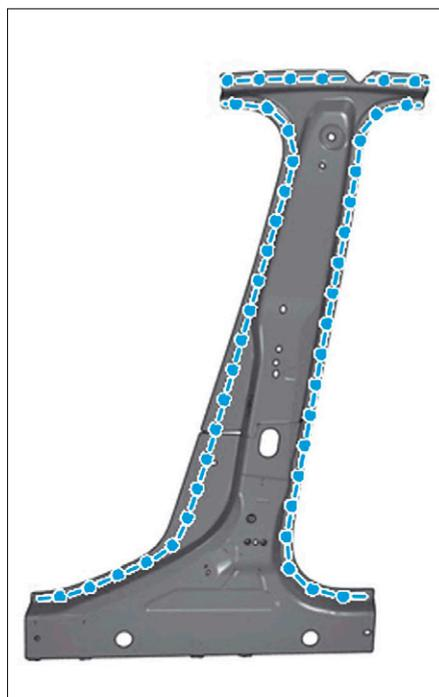

FIG. 86
- Préparer les zones d'accostage et les protéger par un apprêt soudable (Fig.86).